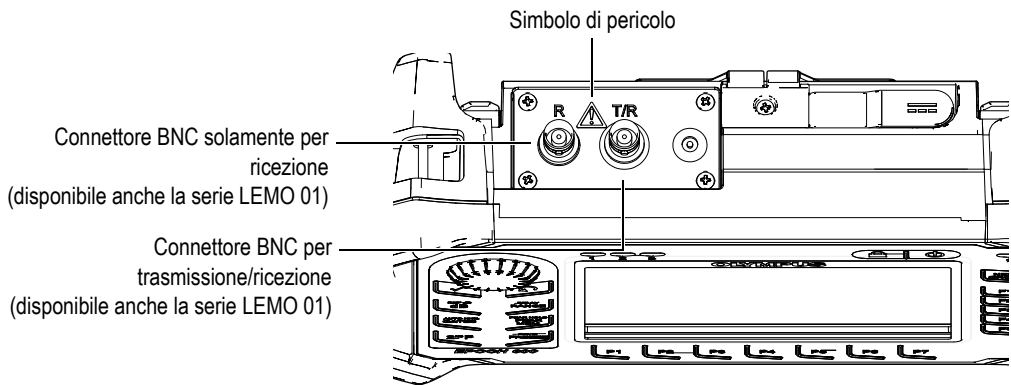

Figura 3-10 Posizione dei connettori delle sonde
I connettori delle sonde sono situati nel lato superiore a sinistra dello strumento. I due connettori sono facilmente accessibili dalla parte frontale dello strumento (vedi Figura 3-10 alla pagina 65).
Evitare di toccare il conduttore interno dei connettori BNC (o LEMO) per il rischio di scosse elettriche. La tensione del conduttore interno può arrivare a 400 V. Il simbolo di pericolo, situato tra i connettori BNC trasmissione/ricezione (T/R) e ricezione (R), illustrati nella Figura 3-10 alla pagina 65, indica questo rischio di scossa elettrica.